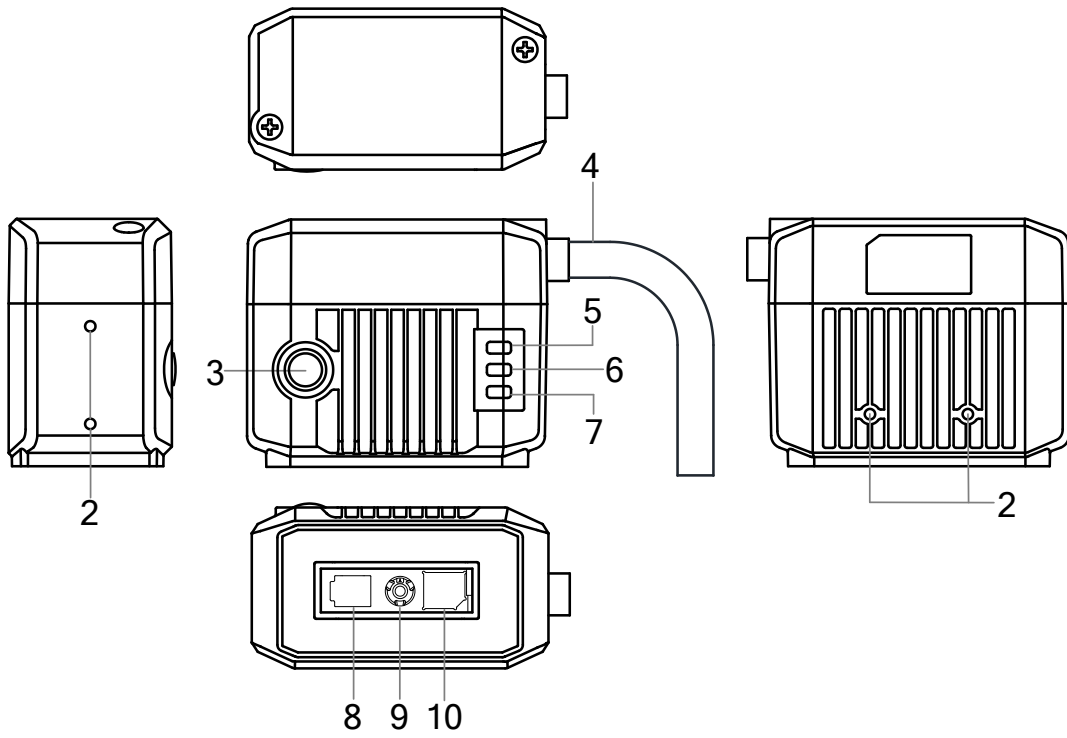

图1-2 定焦设备外观
- 定焦设备，不支持调焦，外观如图 1-2 所示。
| 1  | 调焦旋钮    | 用于手动调整焦距，使被测物体成像清晰 说明定焦设备不支持调整焦距，外观如图 1-2 所示 |